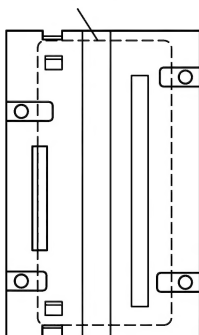

図 3
- (1) C 12BA, C 12B1, C 12B, PSB-11A のベース取付け位置は図3のようになります。